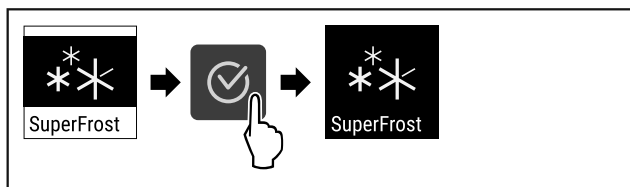

Fig. 65
- Stappen (zie Fig. 65) uitvoeren.